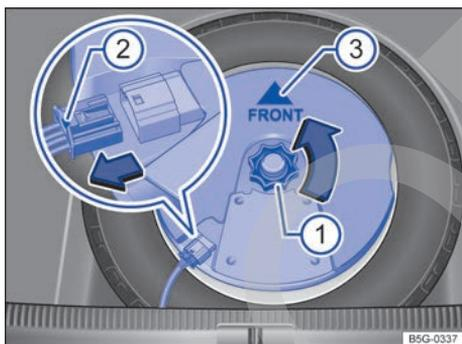

Fig. 223 En el maletero: desmontar el subwoofer (variante 2).
- Desenrosque la ruedecilla → **fig. 223** ① en el sentido contrario al de las agujas del reloj (flecha).
- Para desbloquear el conector, presione el bloqueo que hay en el extremo del conector ②.
- Coloque el subwoofer en la base de la llanta con cuidado. Al hacerlo, la punta de la flecha "FRONT" → **fig. 223** ③ que hay en el subwoofer deberá señalar hacia delante.
- Acople el conector hasta que el bloqueo ② encastre de forma audible.
- Enrosque la ruedecilla ① en el tornillo prisionero en el sentido de las agujas del reloj hasta que el subwoofer quede bien fijado.